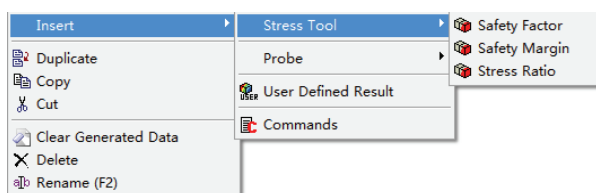

图 25-33 添加应力系数图
9) 在 Stress Tool 对象上单击右键, 然后选择 Insert> Stress Tool> Safety Factor, 如图 25-33 所示, 此时在树结构图中将出现 Safety Factor 对象。